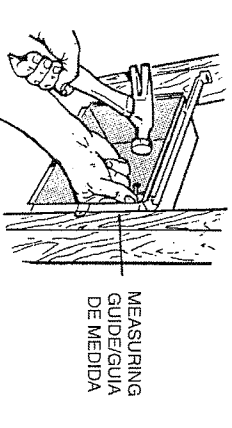

FIG. 5
2. Use measuring guide on side of housing to position housing so that it will be flush with finished wall. Drive two (2) nails through the holes on side of housing and into stud. (FIG. 5)
2. Use la guía de medida que está en el lado de la caja para colocar ésta a nivel con la pared terminada. Pase dos (2) clavos por los agujeros en el costado de la caja y clavélos en la viga de la pared. (FIG. 5)